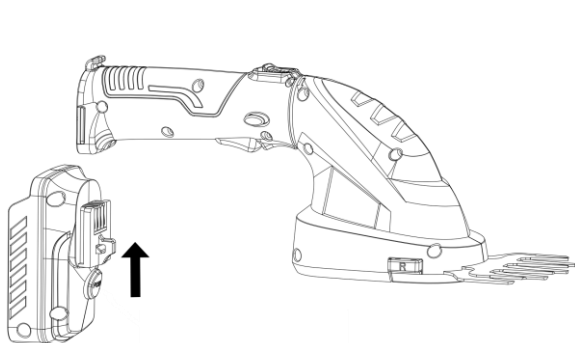

Fig. 2
4.3- Installation/retrait de l'adaptateur de batterie (9)
- Insérez complètement l'adaptateur de batterie dans l'outil électrique, en l'alignant avec la fente de guidage, jusqu'à ce que vous entendiez un « clic ». Reportez-vous à la Fig. 2 pour référence.
- Pour retirer l'adaptateur de batterie, appuyez sur le bouton de déverrouillage de l'adaptateur (4) et retirez l'adaptateur de l'outil électrique.